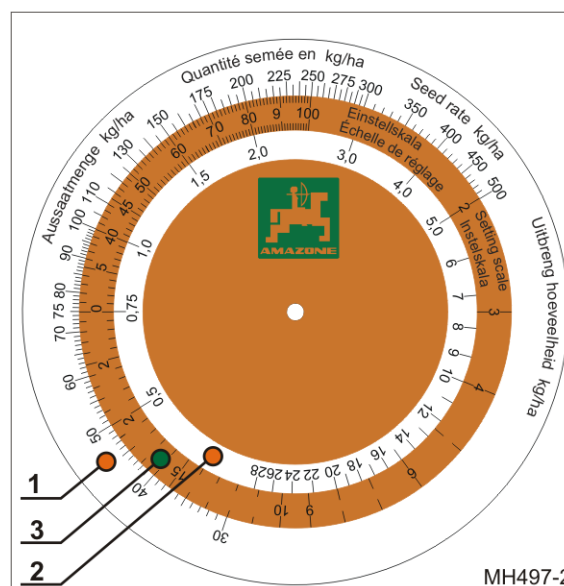

Fig. 39
- en udvendig hvid skala (Fig. 39/1) til alle udsåningsmængder over 30 kg/ha
- en indvendig hvid skala (Fig. 39/2) til alle udsåningsmængder under 30 kg/ha
- en farvet skala (Fig. 39/3) med alle gearindstillinger fra 1 til 100.